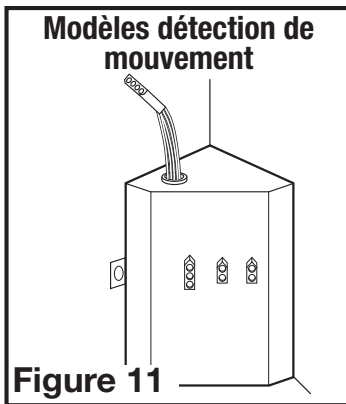

Figure 11
- 3b. **MODÈLES DÉTECTION DE MOUVEMENT:** Branchez le cordon du moteur du ventilateur à 2 broches de connexion rapide dans le connecteur situé sur le côté du couvercle du compartiment de fil. Branchez le cordon du moteur à 3 broches de connexion rapide dans le court côté du câblage inclus, dans le connecteur situé sur le dessus de la couverture du compartiment de fil. Ces cordons ne peuvent être insérés que dans un seul sens dans les connecteurs (**Figure 11**).